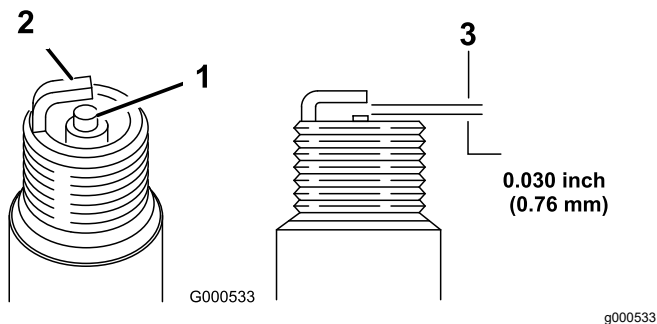

Figure 24
- Réglez l'écartement des électrodes à 0,76 mm (0,030 po); voir Figure 24.